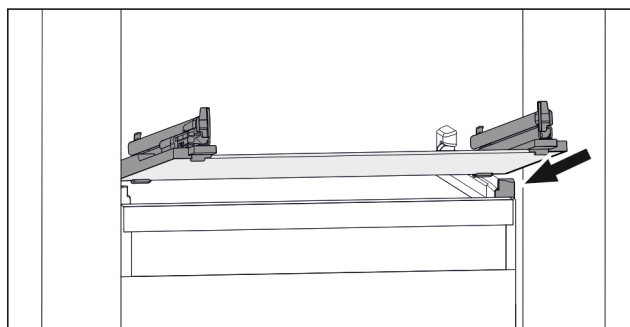

Fig. 159 Príklad zobrazenia sklenenej dosky
- Nasadte sklenenú dosku šikmo za zarážkami. (pozri Fig. 159)